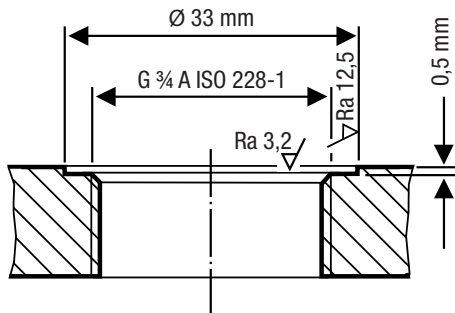
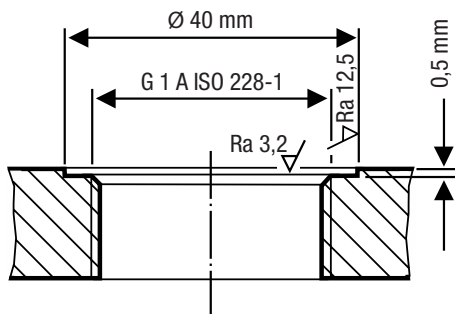

Fig. 14
Fig. 15
- Preste atención al mecanizado técnico correcto de las superficies de estanqueidad de la tubuladura roscada del depósito o de la tapa de la brida correspondientes, véanse Fig. 14 y Fig. 15.
Las superficies de estanqueidad deben estar correctamente rectificadas conforme a Fig. 14 y Fig. 15.